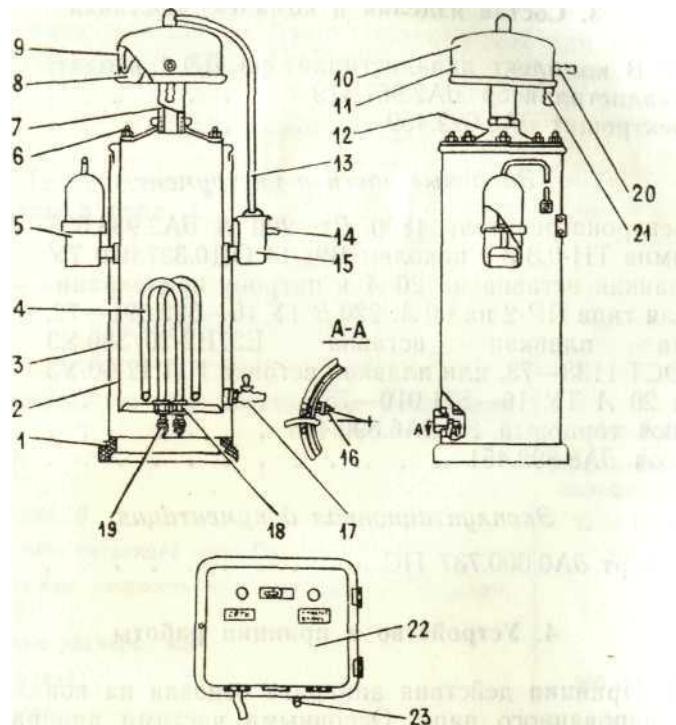

Рис. 1. Аквадистиллятор ДЭ-4:
4.1. Принцип действия аппарата основан на конденсации отсепарированного пара. Основными частями аппарата являются аквадистиллятор и электрощит. Аквадистиллятор состоит из испарителя 2, электронагревателей 4, датчика уровня 5, конденсатора 10, уравнивателя 15 (рис. 1).